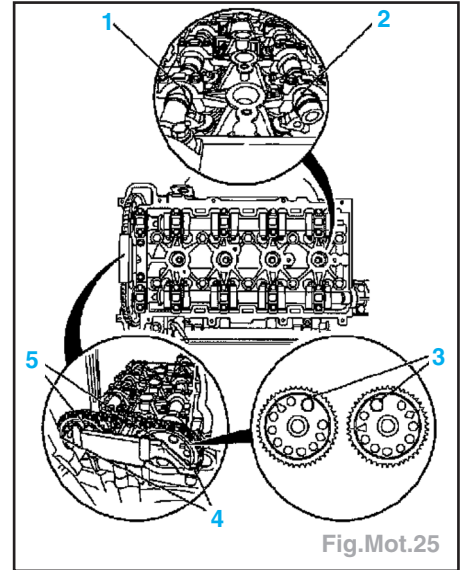

Fig.Mot.25
- Reposer l'outil KM-6148 avec les vis (4) et faire glisser les vis de fixation (5) dans l'alésage prévu (3) des pignons d'arbre à cames (Fig.Mot.25).